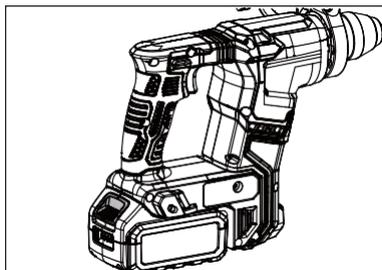

Рис.9
Нажмите на кнопку фиксатора на аккумуляторе (1) и выдвиньте аккумулятор из инструмента (Рис. 9).